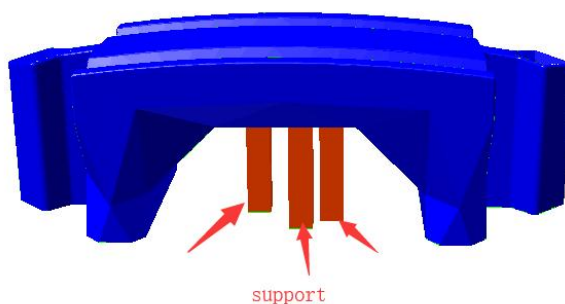

图 8，未切片时的手动支撑示意图
(5) 支撑填充速度（单位 mm/s）：支撑是用于支撑模型悬空部分不因为重力原因在模型打印时掉下来的辅助结构。其结构也类似于模型，但打印完成后需去除。建议速度为：10-80mm/s。为方便说明图 8 使用了手动支撑作为演示：